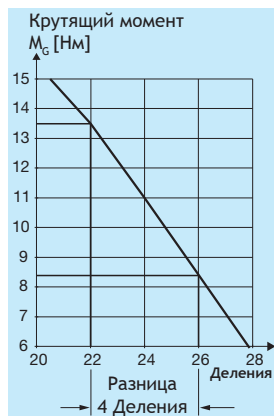
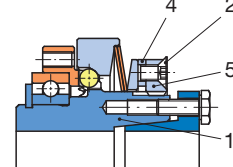

Рис. 4
Рис. 8
EAS®-NC Размер 02 (Рис. 8 и Рис. 4):
- Ослабить предохранительный винт (2).
- Резьбу и поверхность прилегания регулировочной гайки (5), стопорного кольца (4) и втулки (1) смазать.
- Накрутить регулировочную гайку (5) вручную, пока она не коснется тарельчатой пружины (9).
- Продолжать вращать до тех пор, пока не совпадут четыре прореза по окружности регулировочной гайки (5) и прорезы в стопорном кольце (4).
- Повернуть регулировочную гайку (5) с помощью торцевого штифтового ключа на количество делений, соответствующих требуемому крутящему моменту (Рис. 4, количество делений на диаграмме настроек). Четыре прореза по окружности регулировочной гайки (5) и на стопорном кольце (4) должны быть в одинаковом положении.
- На предохранительный винт (2) нанести клей Loctite 243 и вкрутить в регулировочную гайку (5).